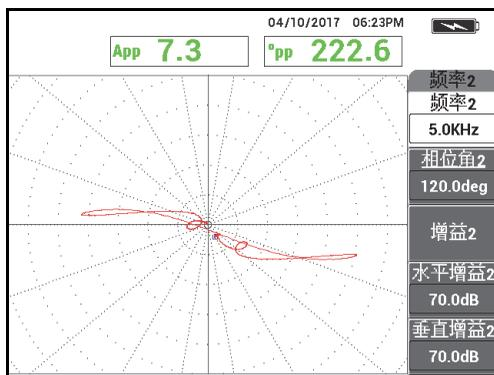

图 5-167 管板圆环的频率 2 扫查信号
5. 在获得了满意的信号后, 按冻结键 (  ), 以启动信号采集 (参见第 229 页的图 5-167)。